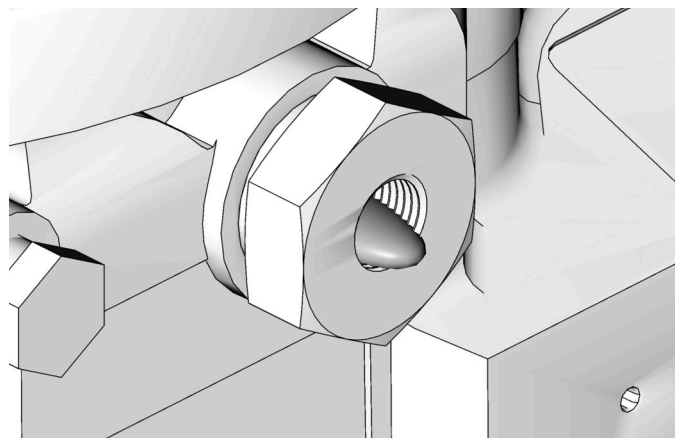

Рис. 12
2. Запустите насос и не выключайте до тех пор, пока из фитинга патрона не начнет выходить не содержащий воздуха смазочный материал (Рис. 12).